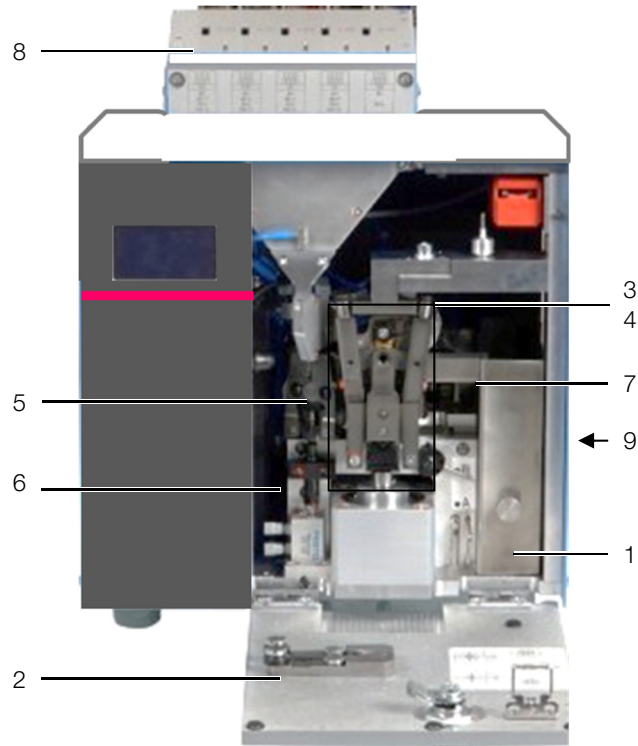

Fig. 16: Panoramica degli interventi di manutenzione
- Svitare le viti e togliere la copertura (fig. 16, pos. 8)